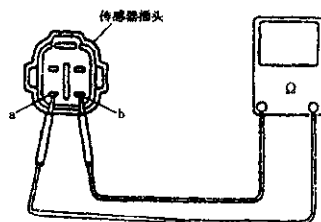

图 2-93 检查氧传感器
① 关闭点火开关,断开氧传感器插接件。
② 如图 2-93 所示,测量“a”与“b”之间的电阻值,应为 $11 \sim 15\Omega/20^\circ\text{C}$ 。